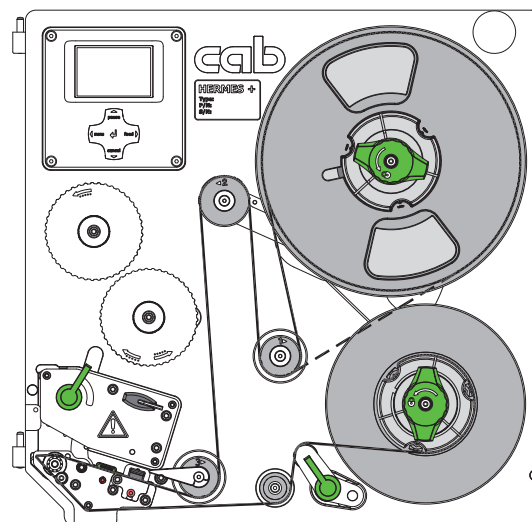

Figure 11 Passage des étiquettes
1. Tourner le levier (4) dans le sens inverse des aiguilles d'une montre pour déverrouiller la tête d'impression (2).
2. Écarter complètement le guide (6) vers l'extérieur en tournant le fuseau (7) avec le clé (8).
4. Guider le support d'étiquettes (5) d'après la Figure 11 jusqu'au mécanisme d'impression. La ligne en pointillés représente les étiquettes à enroulement interne.
5. Guider le support d'étiquettes en passant dans la cellule de détection (3) jusqu'à l'arête de pré-décollement (1) et la pousser jusqu'à buter contre le châssis. La face à imprimer de l'étiquette doit être dirigée vers le haut.
6. Positionner le guide (6) en tournant le fuseau (7) jusqu'à buter contre la bande d'étiquettes.
7. Faire sortir les étiquettes au delà de l'arête de pré-décollement (1), afin que la bande traverse le système de tension de bande et atteigne l'enrouleur interne. Retirer de leur support les étiquettes dépassant de l'arête de pré-décollement.